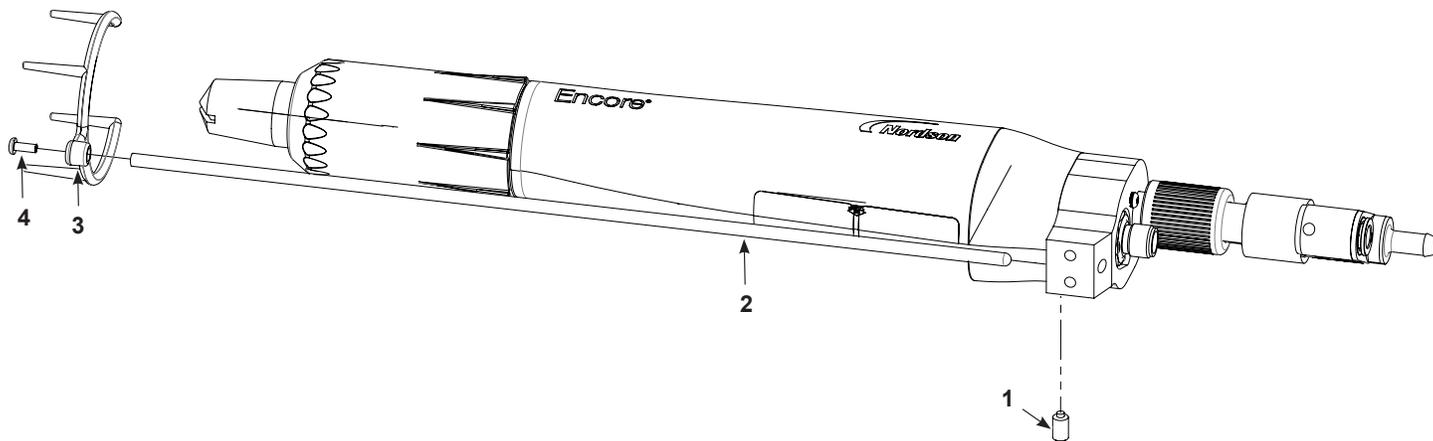

Figura 3-7 Instalación del colector de iones - Pistola de aplicación de montaje en barra (para mayor claridad, algunas piezas no se muestran)
1. Ver la Figura 3-7. Insertar la varilla del colector (1) en el adaptador de montaje en barra y asegurarla con el tornillo de ajuste M5 x 8 (2) incluido en el kit de colector de iones.
2. Fijar la punta multipunto (3) a la varilla del colector utilizando el tornillo M3 x 8 (4).